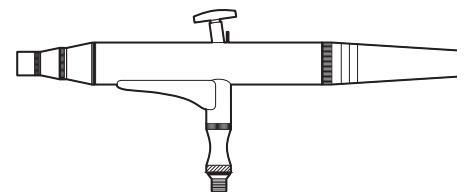

Figura 18
5. Remueva el cabezal haciéndolo girar en sentido contrario al de las agujas del reloj con una llave ajustable. Ver la Figura 18.